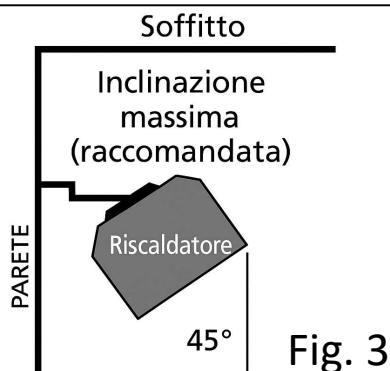

Fig. 3
2. Questo riscaldatore è destinato esclusivamente al montaggio a parete, utilizzando la staffa fornita con l'apparecchio – vedere Fig. 1. Consultare la Fig. 2 per le distanze minime di installazione e la Fig. 3 per le istruzioni di montaggio.
6. La staffa del riscaldatore consente di regolare l'angolo di montaggio da circa **40° a 45°** rispetto alla verticale. L'angolo ottimale è **45°** – vedere Fig. 3.